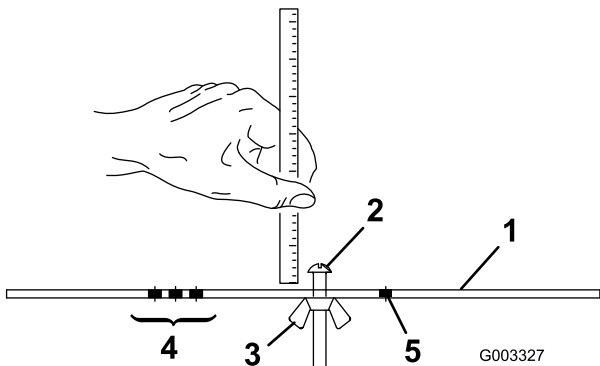

Figura 16
- 2. Afloje la tuerca de la barra de ajuste (Figura 16) y ajuste el tornillo para la altura de corte deseada.